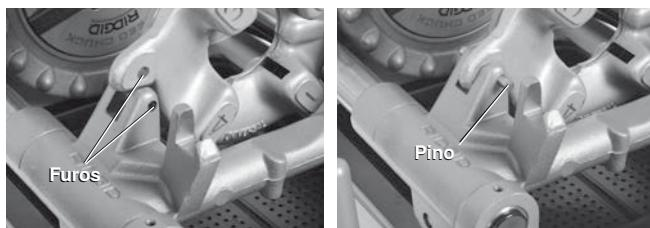

Figura 24 – Manutenção da cabeça de roscar esquerda no lugar
1. Insira um pino $\frac{5}{16}$ ", de 2" de comprimento pelos furos no descanso do carro e na cabeça de roscar esquerda para se manter no lugar (*ver figura 24*).